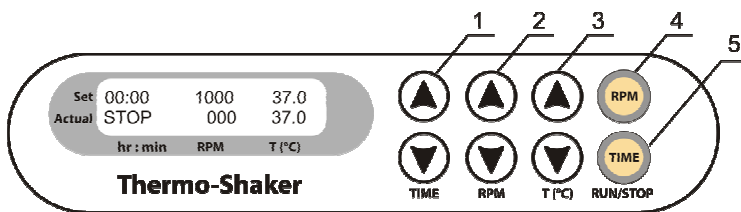

Fig.1 Pannello di controllo
- 4.3. **Impostazione del tempo (TIME).** Utilizzando i tasti ▲ e ▼ (Fig. 1/1), impostare l'intervallo di tempo operativo desiderato in ore e minuti (incremento di 1 minuto). Per aumentare l'incremento, tenere premuto il tasto per più di 3 secondi.
- 4.4. **Impostazione della velocità (RPM).** Utilizzando i tasti ▲ e ▼ (Fig. 1/2), impostare la velocità di agitazione desiderata (incremento di 10 rpm). Per aumentare l'incremento, tenere premuto il tasto per più di 3 secondi.
- 4.5. **Impostazione della temperatura (T,°C).** Utilizzando i tasti ▲ e ▼ (Fig. 1/3), impostare la temperatura desiderata (incremento di 0,1 °C). Per aumentare l'incremento, tenere premuto il tasto per più di 3 secondi.
- 4.7. Premere il tasto **RPM-RUN/STOP** (Fig. 1/4). La piattaforma comincerà a ruotare e il timer comincerà a contare l'intervallo di tempo (precisione di 1 minuto).
Attenzione! Al termine del tempo impostato, il movimento della piattaforma si arresta automaticamente, ma il riscaldamento può essere interrotto solo riducendo la temperatura utilizzando il tasto **▼ T(°C)** (Fig. 1/3 - pulsante in basso) finché nella riga in alto del display non compare l'indicazione OFF.
- 4.10. Se necessario, è possibile reimpostare il timer durante l'operazione. Premere una volta il tasto **TIME-RUN/STOP** (Fig. 1/5) per fermare il timer. Premere nuovamente tasto **TIME-RUN/STOP** per riavviare il timer.